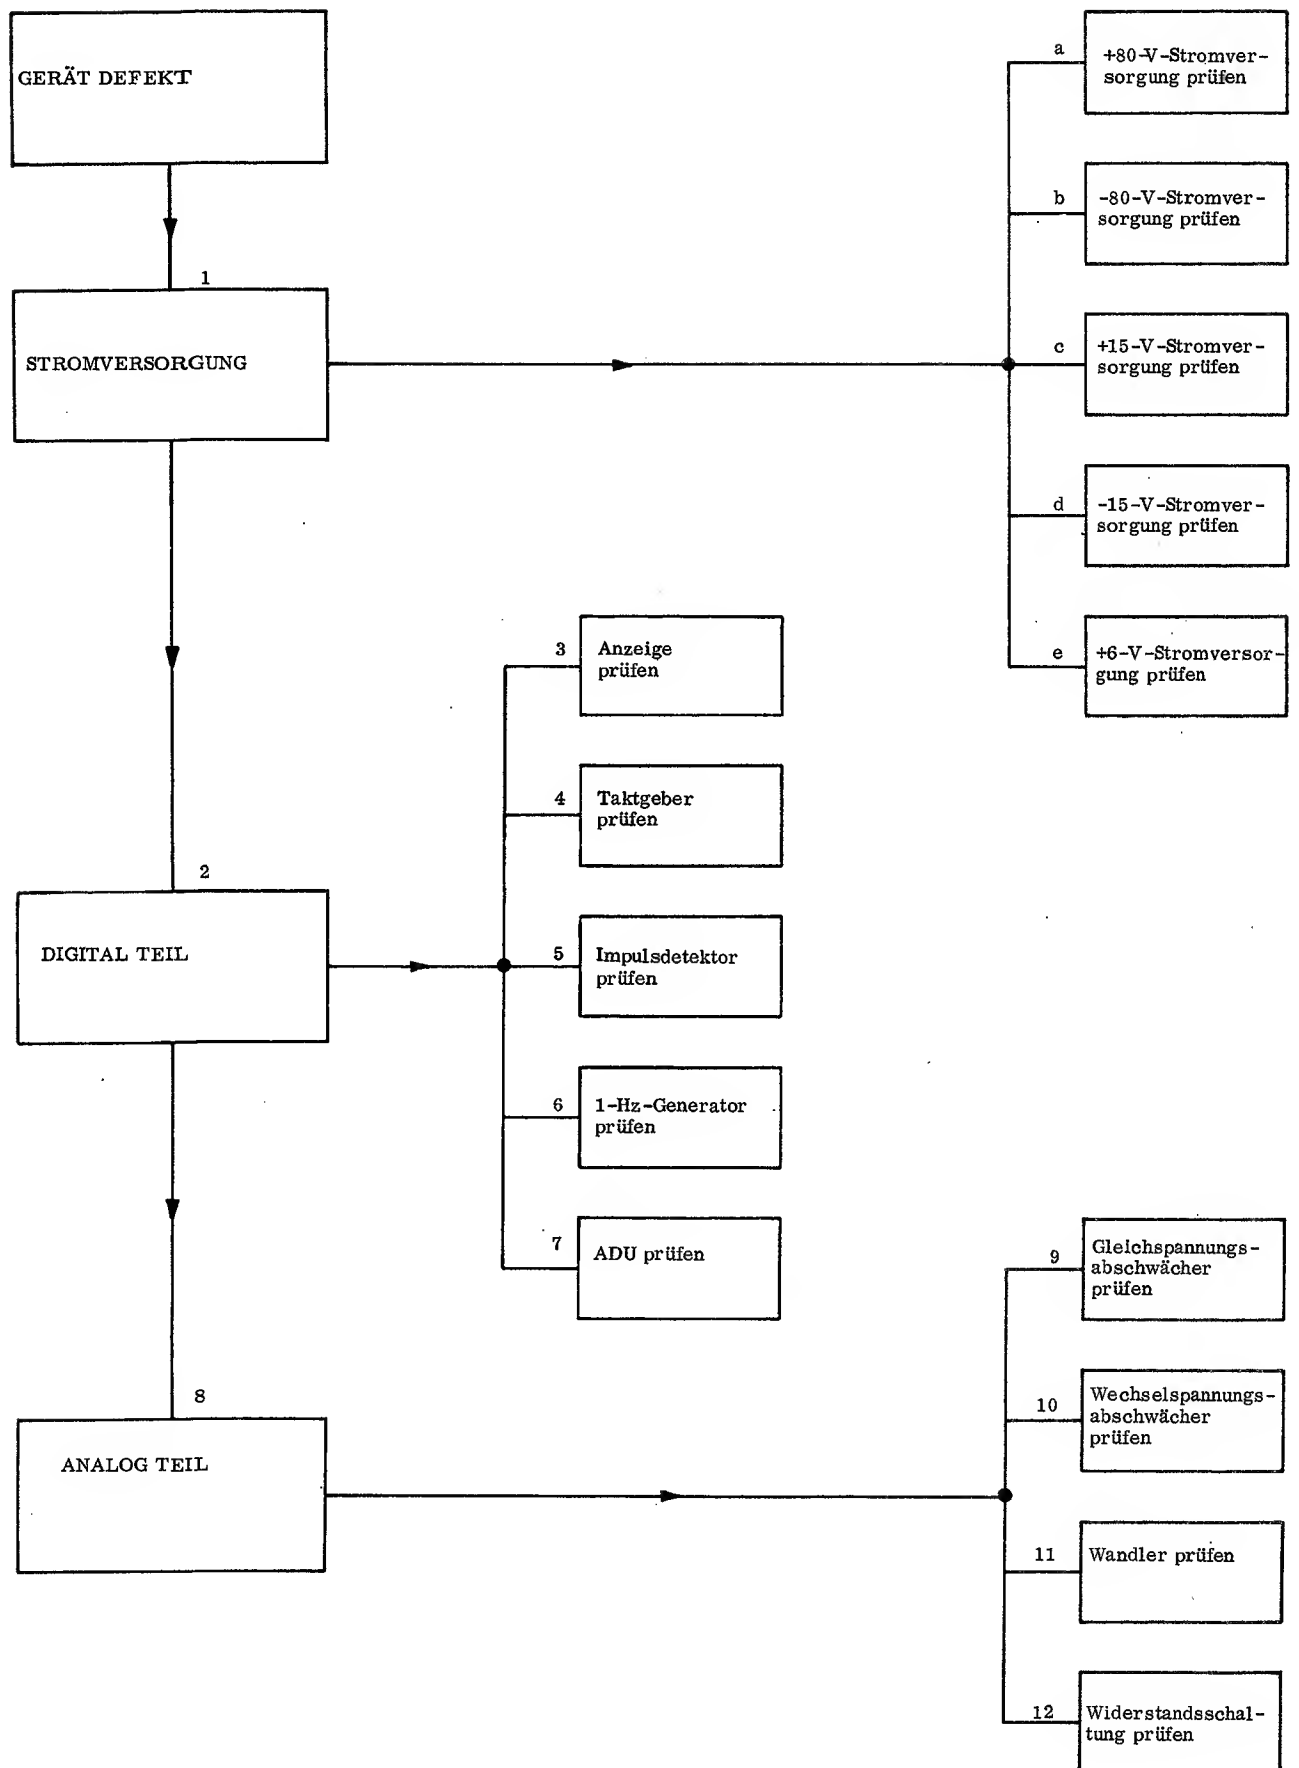

Abb. 30. Flussdiagramm für systematische Kontrolle
6. In Abb. 30 ist ein Flussdiagramm zum systematischen Prüfen des Geräts veranschaulicht. Die individuellen Tests sind weiter in nachstehenden Hinweisen beschrieben.
Kontrollieren der Speisespannungen siehe Abschnitte XII.A.3. und XII.A.4. Die in Abb. 30 angegebene Reihenfolge (a, b, c, d und e) ist zu beachten. Der Stromverbrauch für die verschiedenen Speiseeinheiten ist aus nachstehender Tabelle ersichtlich.